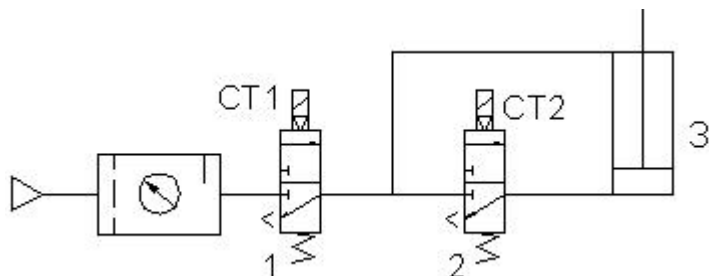
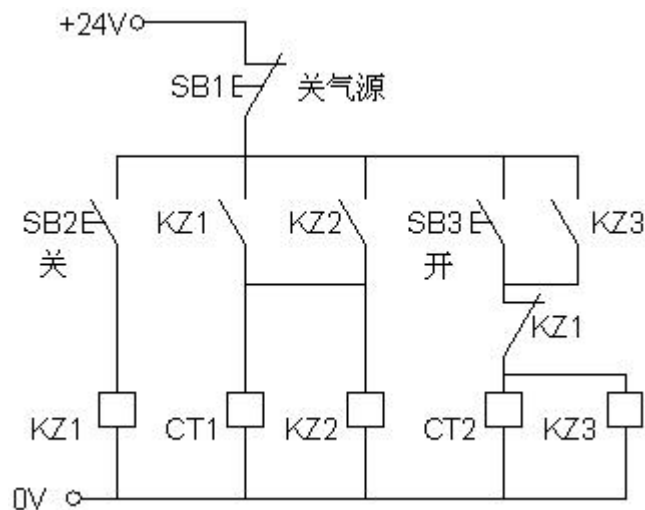

图3-3 气动回路
图3-4 电气控制线路图
某企业现需气动系统模拟实现汽车自动开关门动作，气动回路图如图3-3所示，电气控制线路图如图3-4所示，电磁铁动作顺序见表3-3。
1) 搭建图3-3气动回路，连接图3-4所示电气控制线路；